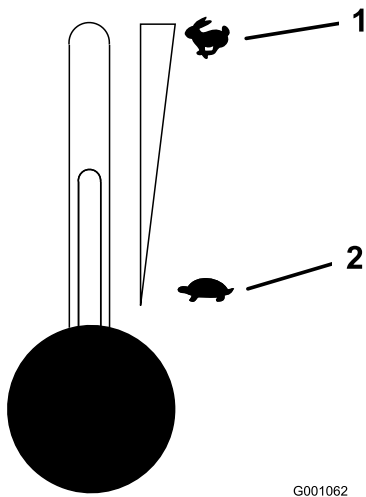

Figure 15
5. Réglez la commande d'accélérateur à mi-course (Figure 15).
2. Réglez la commande d'accélérateur à mi-course entre les positions bas et haut régime (Figure 15).